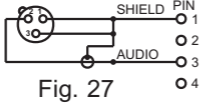

Fig. 27
3. Dynamic Microphone, Fig. 27.